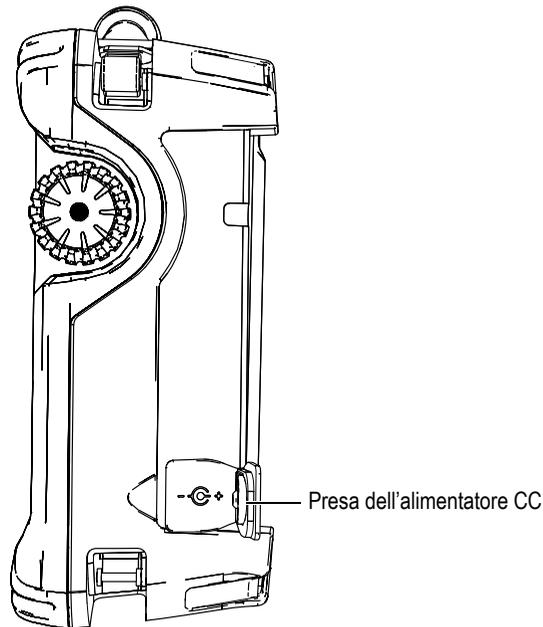

Figura 3-4 Connettore dell'alimentatore CC dell'OmniScan SX
2. Sul lato destro dell'OmniScan SX, sollevare la protezione di gomma del connettore dell'alimentatore CC (vedere Figura 3-4 a pagina 45).
3. Collegare l'alimentatore CC al connettore dell'alimentatore CC dell'OmniScan SX (vedere Figura 3-4 a pagina 45).